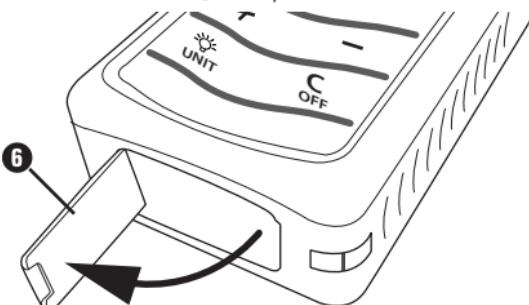

Fig. 2
- ◆ Dépliez la butée d'angle ⑥, comme le montre la figure 2.